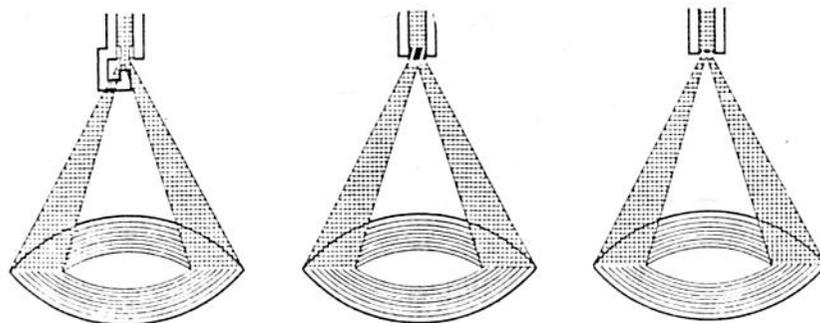

Fig. 14.—Esquema de boquillas de cono hueco.
3.º) De cono hueco, formado al chocar el líquido con un casquete esférico situado a la salida o bien al hacer atravesar el líquido por un pivote central con ranuras helicoidales o por un disco con agujeros simétricos y oblicuos (fig. 14).